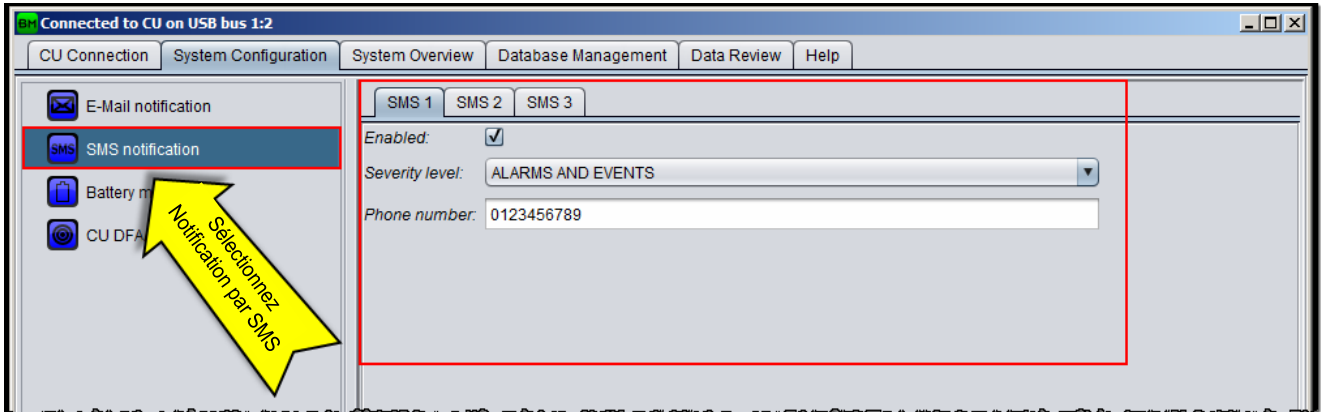

Figure 22 : Configuration de SMS notification
8. Sélectionnez SMS notification (Notification par SMS) comme illustré à la Figure 22.